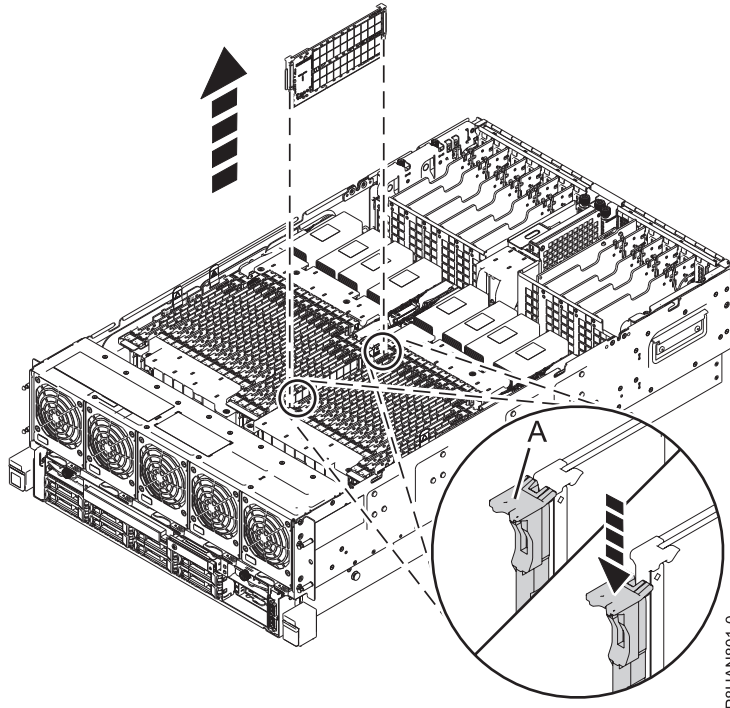

Figura 10. Extracción de una tarjeta de memoria del sistema
- a. Presione las pestañas de bloqueo (A) en la dirección que se muestra en la Figura 10 en la página 16 para liberar la memoria de su conector en la ranura. La acción de palanca de las pestañas hace que la memoria salga del conector.